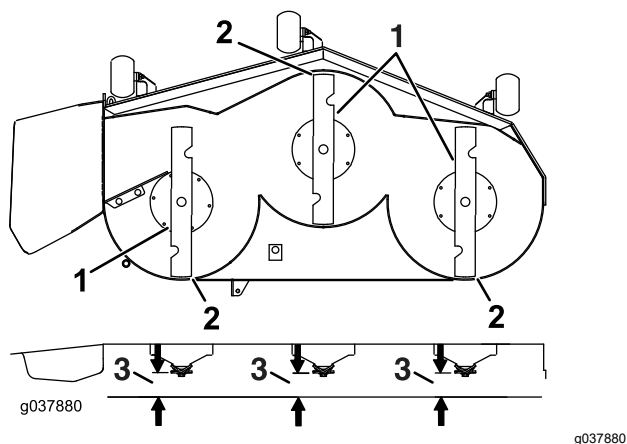

Figura 83
7. Compruebe la inclinación longitudinal de las cuchillas (Figura 83). Asegúrese de que la punta de la cuchilla delantera está más baja que la punta de la cuchilla trasera, según se muestra en la tabla Altura de los bloques e inclinación. Si es necesario un ajuste, siga con este procedimiento.